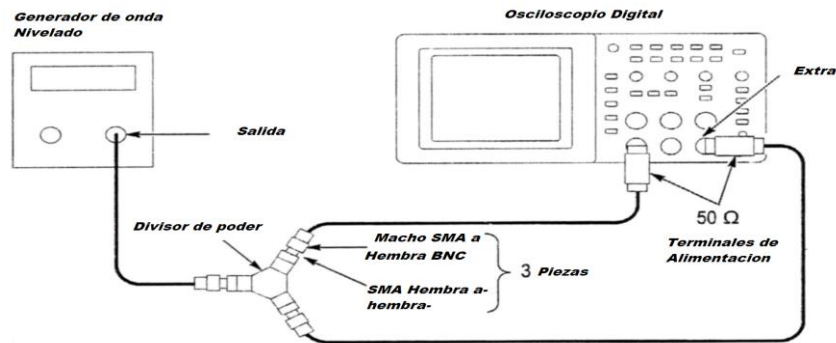

Fig.111.- Conexión del generador y el osciloscopio por medio del divisor de poder.
- Conectar el osciloscopio al generador de onda sinusoidal nivelado como se muestra en la fig. 111, utilizando el canal 1 y el disparo externo.